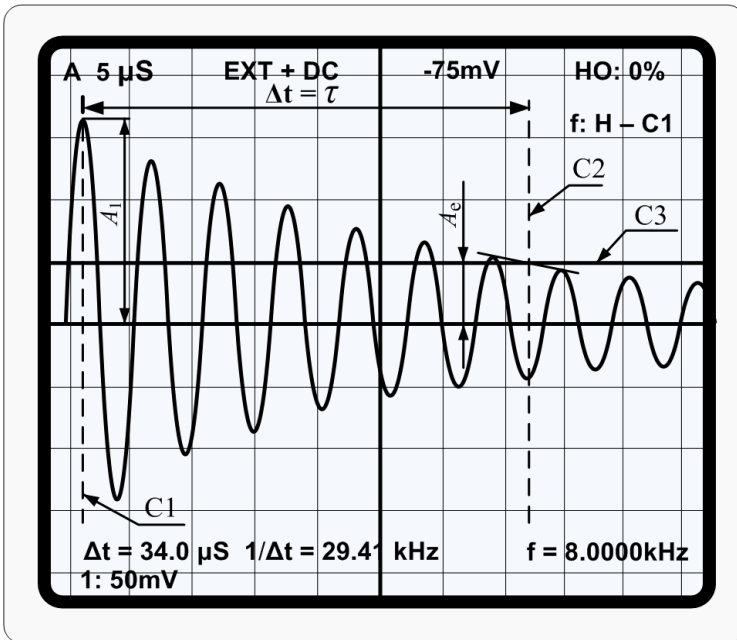

Рис. 401.7. Определение величины  $\tau$
19. В результате выполнения предыдущих пунктов на экране должно появиться устойчивое изображение затухающих колебаний. С помощью регуляторов установки положения луча по вертикали «**POSITION**  $\updownarrow$ » (ПОЛОЖЕНИЕ  $\updownarrow$ ) в Канале-1 **установите** изображение исследуемого сигнала симметрично относительно центральной горизонтальной оси сетки экрана (рис. 401.7). Положение вдоль горизонтальной оси можно **устанавливать**, регулятором «**POSITION** < >» (он находится в правом верхнем углу передней панели осциллографа), причём при нажатии кнопки «**FINE**» (ПЛАВНО) производится плавная регулировка.
**Переключить** кнопкой « **$\Delta V \Delta t$  OFF**» ( $\Delta V \Delta t$  ВЫКЛ.) вид курсоров на вертикальные курсоры. Курсор C1 **установить** на вершину первой полуволны, а курсор C2 **установить** в положение, где горизонтальная линия вспомогательного курсора C3 наиболее близко подходит к одной из вершин затухающих колебаний. Если линия курсора C3 будет проходить между вершинами, то необходимо **использовать** интерполяцию (рис. 401.7).